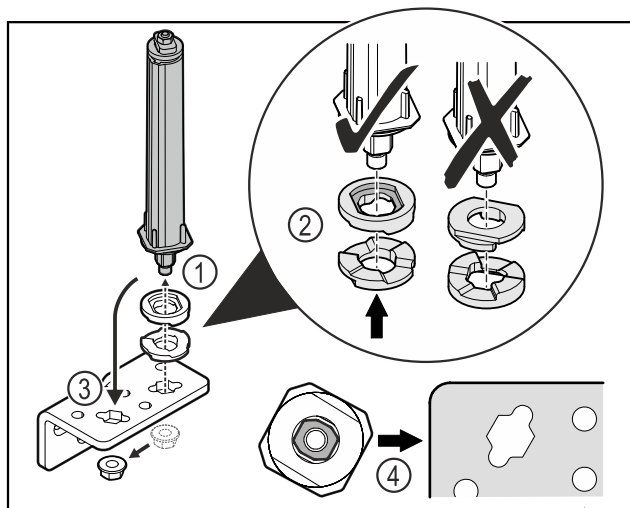

Fig. 41
- Desserrer l'écrou et retirer le système de fermeture de porte Fig. 41 (1).
- Veiller à ce que les rondelles de réglage de la hauteur soient correctement orientées Fig. 41 (2).
- Mettre le système de fermeture de la porte dans l'autre trou de l'équerre de charnière et le fixer avec l'écrou Fig. 41 (3).
- Lors de la mise en place, veiller à bien orienter le système de fermeture de porte Fig. 41 (4).